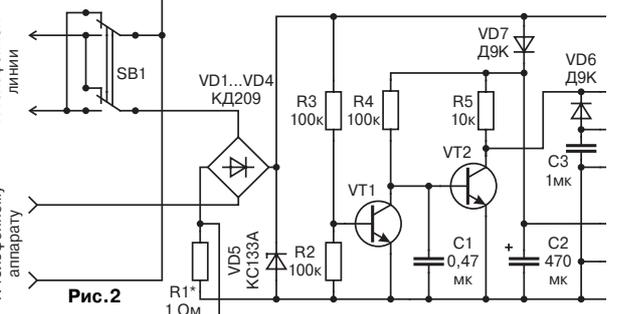

Рис.2. Исправленный фрагмент схемы изображен на рис.2.
**Режим рисования спрайтами** (быстрая клавиша - F2) - режим, в котором и происходит основное рисование схемы спрайтами, которые располагаются в библиотеке. Библиотека, рис.2 - это каталог на диске, который содержит вложенные каталоги со спрайтами (картинками форматов и расширений файлов bmp, gif, jpg, ico, cur). Функции: